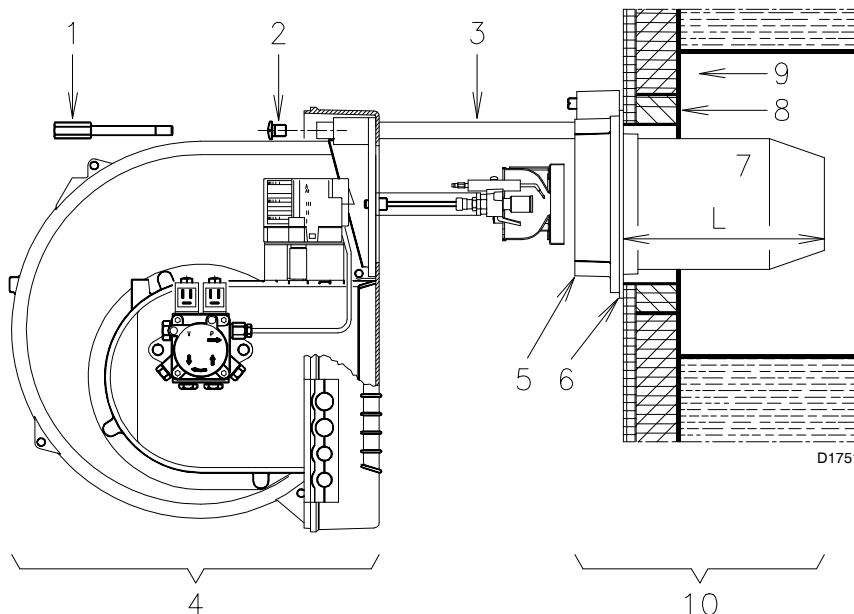

Fig. 11
- S'il était nécessaire de remplacer le gicleur une fois que le brûleur a déjà été installé sur la chaudière, ouvrir le brûleur sur les guides comme indiqué en Fig. 11, page 12, après avoir monté les rallonges 16)(Fig. 6, page 9), et procéder comme ci-dessus.